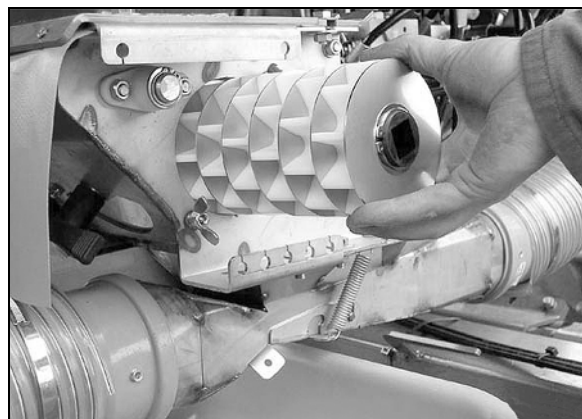

Fig. 59
3. Skub prøveudtagningsbeholderne ind i holderen (Fig. 59) og positioner under hver dosering.